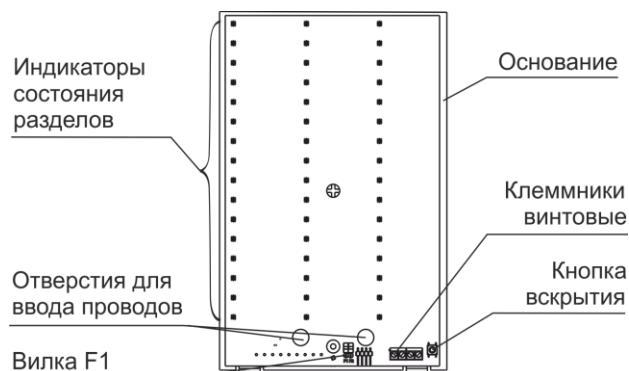

Рисунок 2
**4.1** Конструктивно МИР выполнен в виде блока, состоящего из основания и съемной крышки. Внутри блока смонтирована печатная плата с радиоэлементами (рисунок 2).
**2** Через отверстия для ввода проводов (см. рис.2) на основании и плате МИР завести провода для подключения питания и интерфейса связи с МИ
**3** Через отверстия для ввода проводов (см. рис.2) на основании и плате МИР завести провода для подключения питания и интерфейса связи с МИ